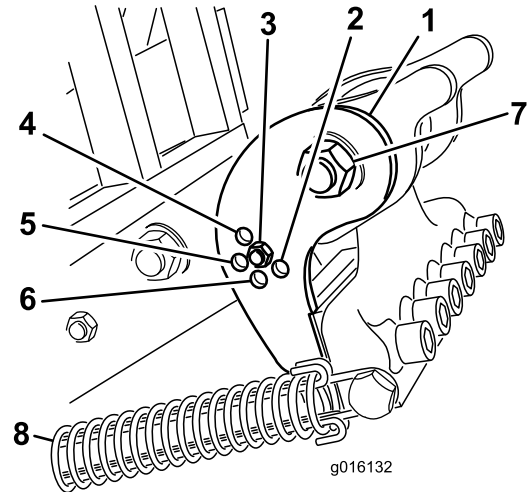

Bild 35
Stellen Sie die Neigungshalterung (Bild 35), abhängig von der Länge der verwendeten Tines, auf die richtige Stellung ein. Sie stellen den Kopfanschlag auf eine von fünf festgelegten Stellungen ein, indem Sie das Loch wählen, durch das die Einstellstange geschraubt ist. Diese Löcher sind nur Voreinstellungen; beispielsweise können Sie ein gleichmäßigeres Finish erhalten (abhängig von der
3. Lösen Sie die Federspannung zum Tines-Kopf (Bild 35).
4. Entfernen Sie die Mutter und Schraube in den Einstelllöchern der Neigungshalterung (Bild 35).